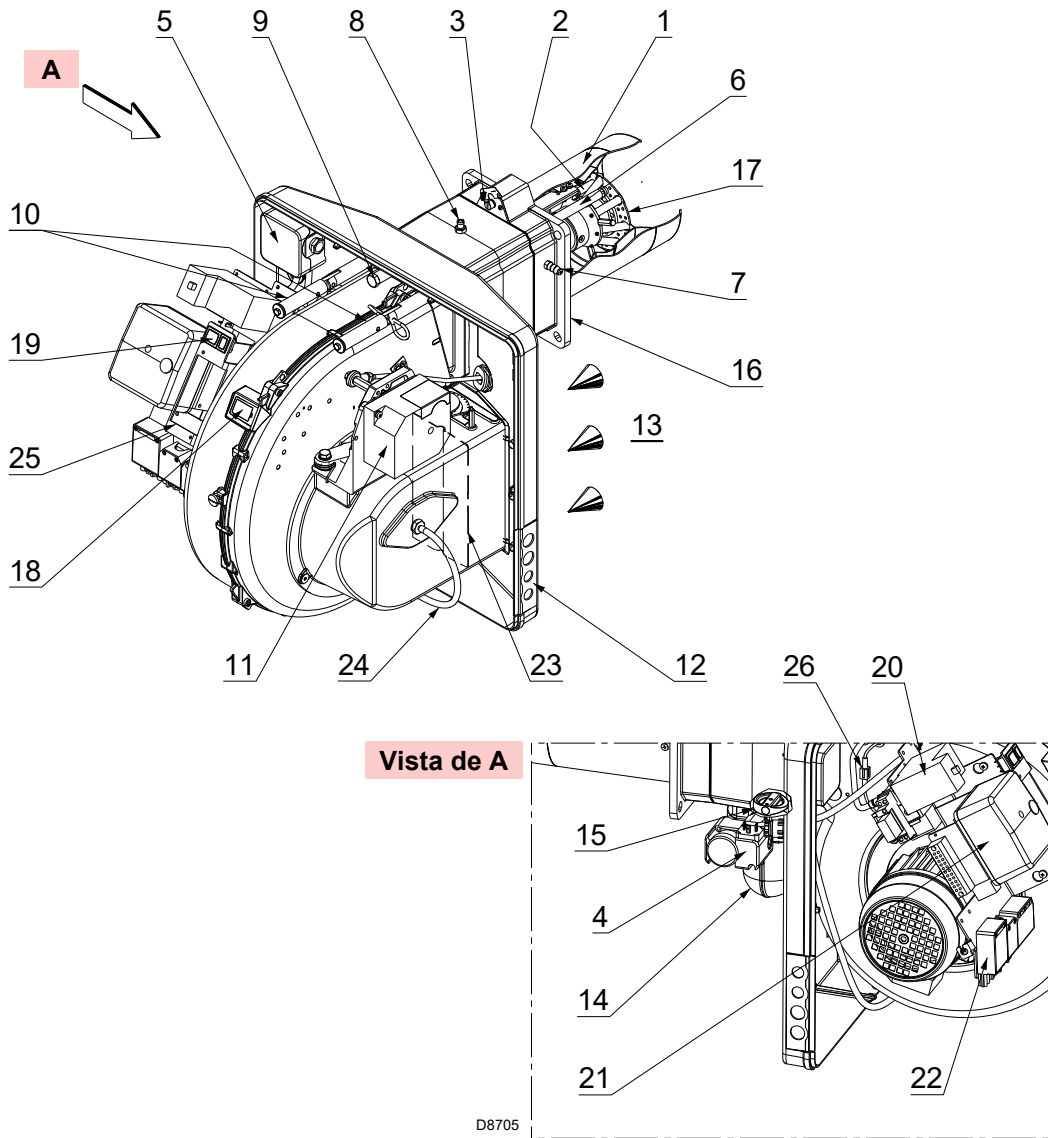

Fig. 5
(1) Condições de referência: Temperatura ambiente 20°C - Temperatura gás 15°C - Pressão barométrica 1013 mbar - Altitude acima do nível do mar 0 metros.
(2) Pressão gás à tomada do mangueira 8)(Fig. 5) com 0 mbar em câmara de combustão e à potência máxima do queimador.
(3) Pressão acústica medida em laboratório de combustão da empresa fabricante, com o queimador funcionando em caldeira de ensaio à máxima potência. A potência acústica é medida com o método "Free Field", previsto pela Norma EN 15036, e segundo uma precisão de medida "Accuracy: Category 3", como descrito pela Norma EN ISO 3746.